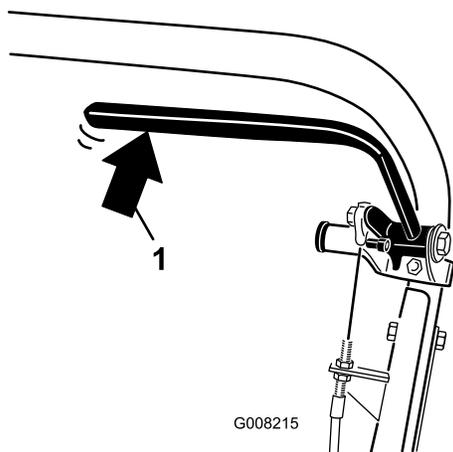

図 35
2. バネばかりで、常用ブレーキレバーを後ろから押す（図 35）。約13.5～18 kg の力でブレーキが解除されれば適正である。約13.5～18 kg の力よりも小さい力でブレーキが解除される場合にはブレーキケーブルの調整が必要である。ステップ 3 に進む。